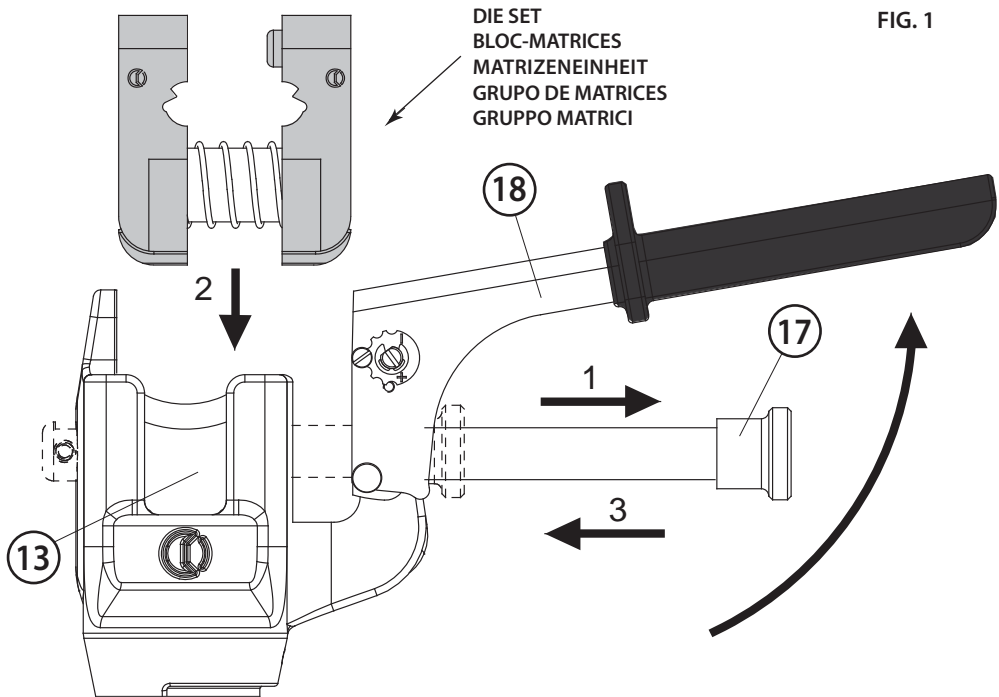

FIG. 1
- Estrarre il perno (17) e inserire il gruppo matrici all'interno dell'utensile dall'alto (rif. a Fig. 1) in modo che la guida (A) (rif. a Fig. 5) si posizioni nella scanalatura ricavata sul fondo della testa e che l'incavo (B), sul fronte delle matrici, sia rivolto verso la lama da taglio (13).
- Inserire il perno (17) completamente fino alla battuta.